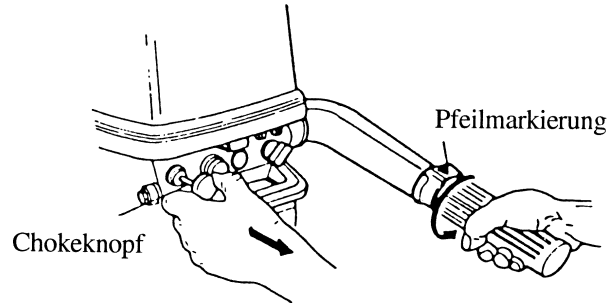

Abb. 10: Drehen des Gasgriffs auf START
**Hinweis:** Ziehen Sie den Choke nicht, wenn Sie einen warmen Motor erneut starten. (Abb.10)